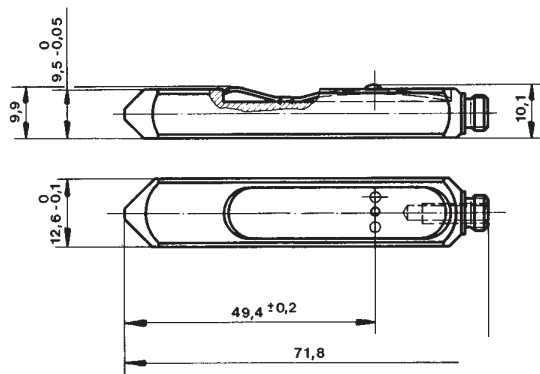

Fig. 2
Die Messlasche wird mit dem Ausziehwerkzeug Typ 1315A in die vorbereitete und sauber gereinigt Nute eingeführt. Die Lasche muss genau positioniert sein, so dass die Kraft zentrisch auf den Sensor eingeleitet wird. Der Kabelstecker der Messlasche kann mit der Montageplatte Art. Nr. 3.520.328 befestigt werden (Fig. 2).
• Ausziehwerkzeug (Fig. 2)	1291Asp0,2-1
La clavette est insérée avec l'outil extracteur type 1315A dans la rainure préparée et soigneusement nettoyée. La clavette doit être positionnée avec précision afin que la force agisse au centre du capteur. Le connecteur du câble de la clavette se fixe avec la platine de montage Art. No. 3.520.328 (Fig. 2).
• Outil extracteur (fig. 2)	1291Asp0,2-1
The measuring tongue is inserted with the extracting tool Type 1315A into the prepared and thoroughly cleaned slot. The tongue must be positioned precisely to assure that the force is acting in the center of the sensor. The cable connector of the tongue can be fixed with the mounting plate Art. No. 3.520.328 (Fig. 2).
• Extraction tool (fig. 2)	1291Asp0,2-1